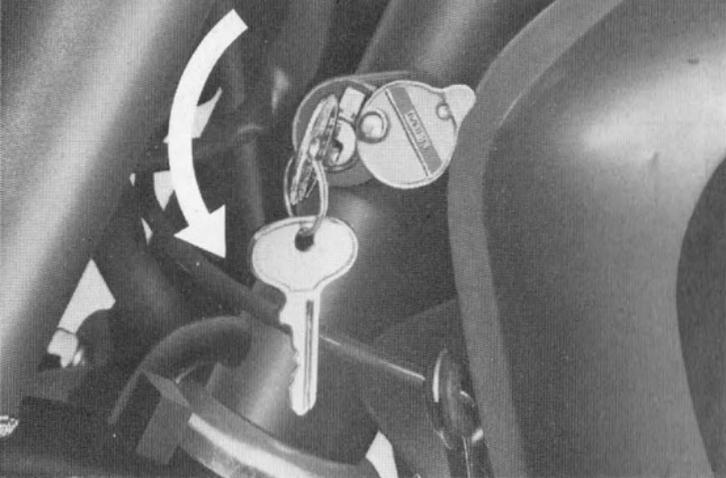

Bild 8
- 15 = Lenkschloß (verdeckt, s. Bild 8)
#### Lenkschloß (Bild 8)